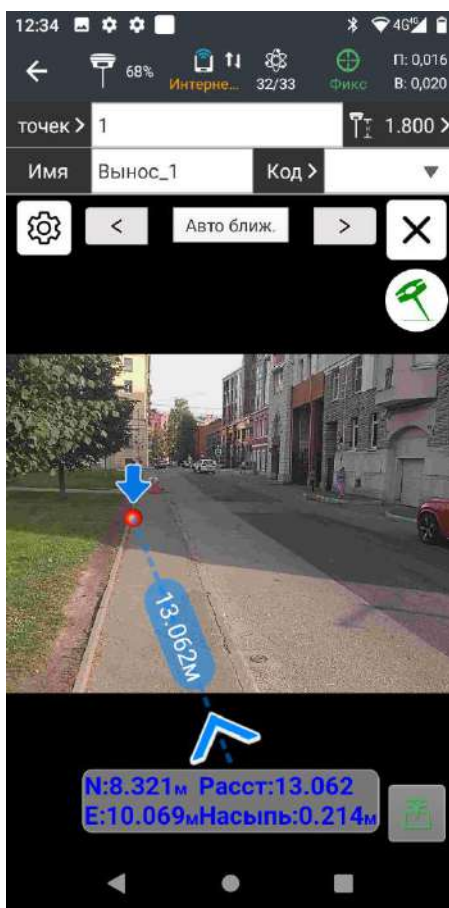

Рис. 2.67
3. Запустится режим **дополненной реальности (AR)** и активируется **фронтальная камера** приёмника. Будет видно изображение с камеры и навигация до цели на экране контроллера (Рис.2.67).